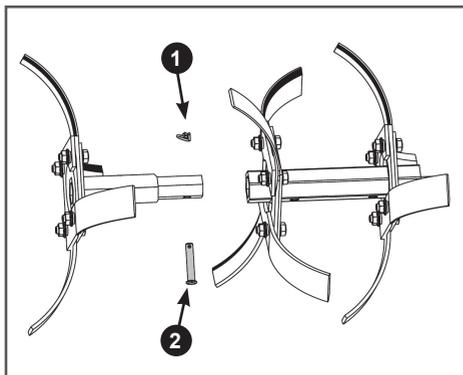

Рис. 20. Соединение основной и дополнительной секций фрезы
6. Соедините основную и дополнительную секции фрезы. Вставьте хвостовик дополнительной секции фрезы в основную секцию, совместите отверстия, вставьте палец 2 и зафиксируйте палец шплинтом 1 (Рис. 20).